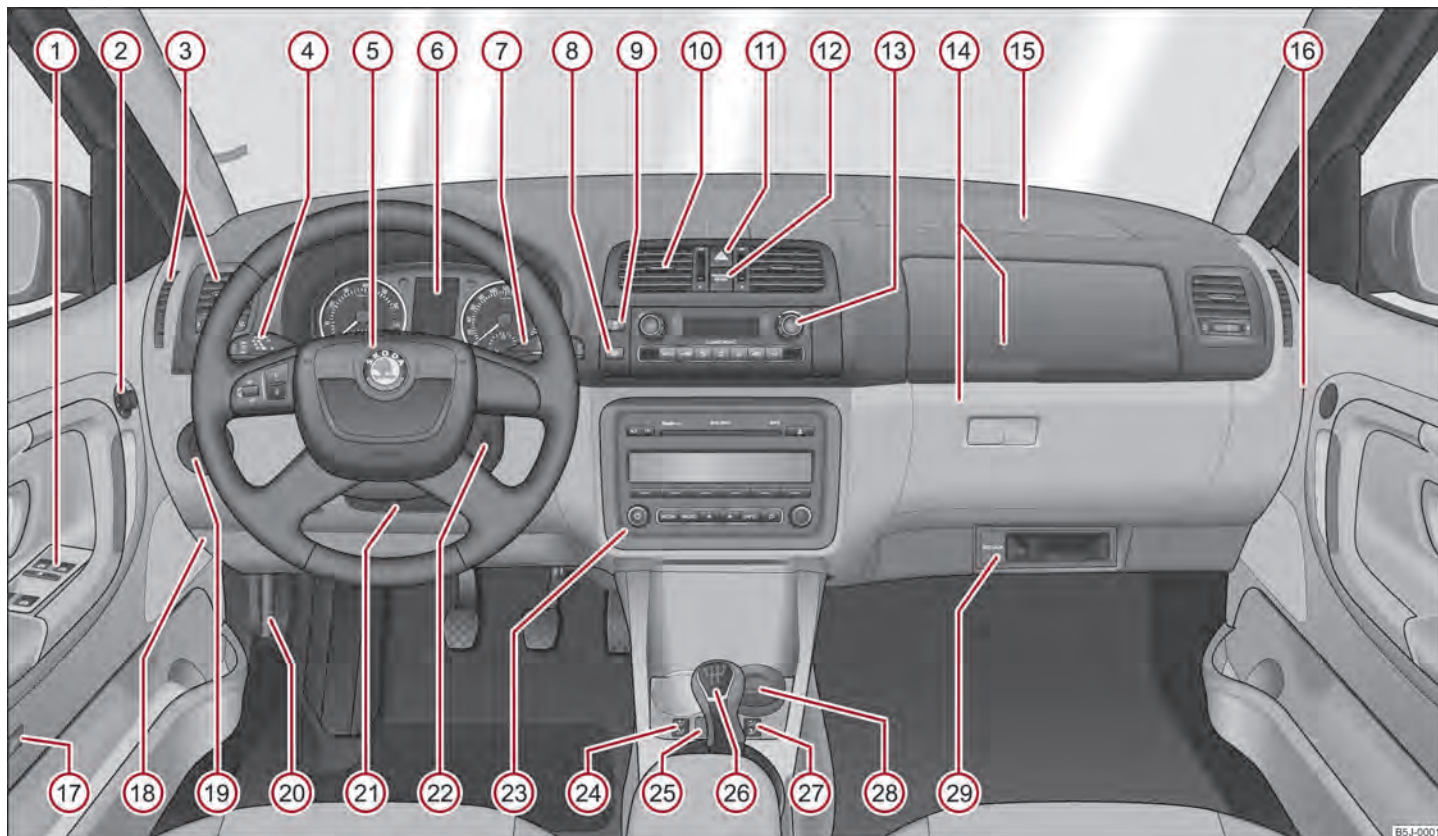

Abb. 1 Cockpit
- Bei Fahrzeugen mit Rechtslenkung weicht die Anordnung der Bedienungselemente zum Teil von der in ⇒ Abb. 1 gezeigten Anordnung ab. Die Symbole entsprechen jedoch den einzelnen Bedienungselementen. ■